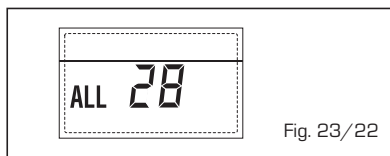

Fig. 23/22
- **ANOMALIA NÚMERO DE PLAQUETAS CONNECTED "ALL 29" (fig. 23/23)**